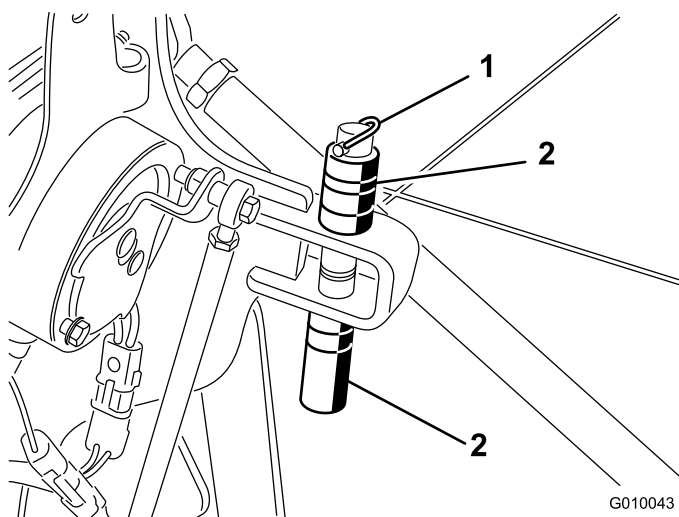

図 28
1. スペーサと深さピンを止めているリンチピンを外す（図 28）。